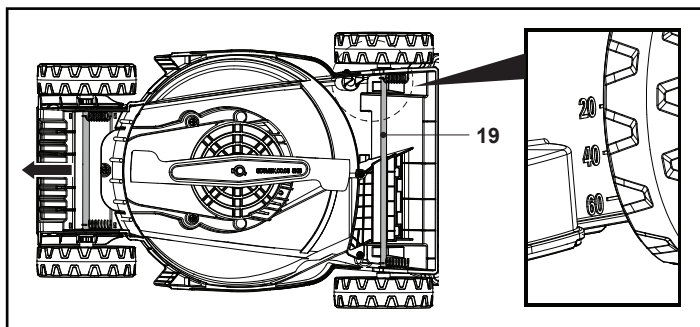

Fig. 6
2. Agarre no eixo das rodas (19) em ambos os lados (Fig. 6).
3. Puxe uniformemente o eixo e deixe-o encaixar na posição desejada (Fig. 6).